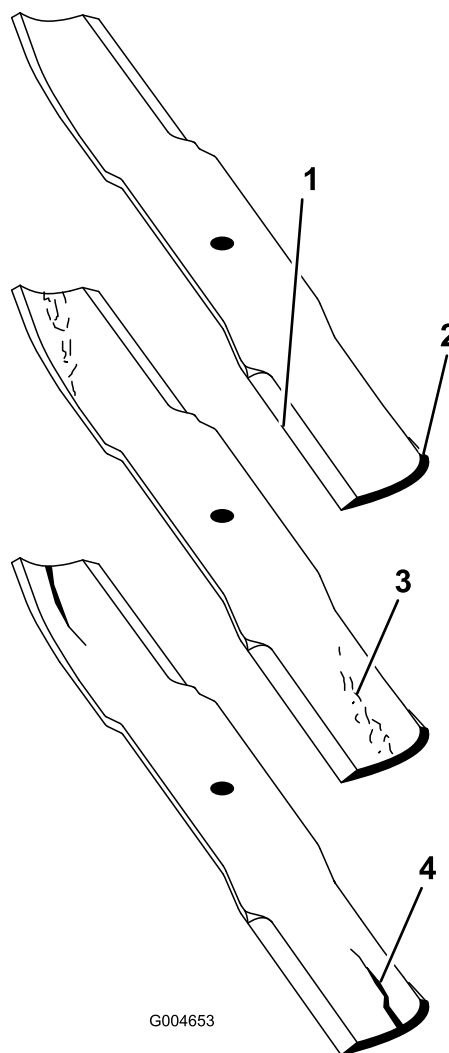

Figura 67
1. Inspeccione as extremidades de corte (**Figura 67**). Se as extremidades não estiverem afiadas ou estiverem amolgadas retire e afie as lâminas. Consulte a Afiar as lâminas \(página 38\).
2. Inspeccione as lâminas, especialmente a área da aba (**Figura 67**). Se verificar quaisquer danos, desgaste, ou a formação de ranhuras nesta
área (Figura 67), instale imediatamente uma lâmina nova.